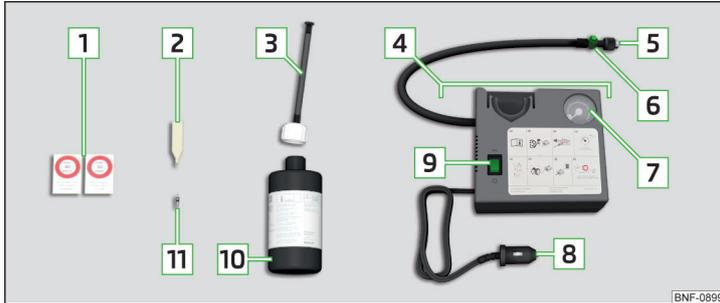

Abb. 316 Pannensetbeschreibung
- Den Ventileinsatzdreher 2 » **Abb. 316 auf Seite 292** auf den Ventileinsatz stecken, sodass der Ventileinsatz in den Schlitz des Ventileinsatzdrehers passt.
- › Den Reifenfüllschlauch **5** » **Abb. 316** auf Seite 292 fest auf das Reifenventil schrauben.